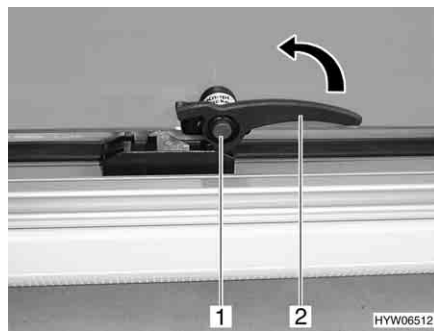

Fig. 55 Leva di serraggio in posizione "Chiuso"
- Premere il bottone di sicurezza (Fig. 55,1) e mantenerlo premuto.
- Ruotare la leva di serraggio (Fig. 55,2) di un quarto di giro verso il centro della finestra.
- In posizione "Completamente chiusa" (Fig. 55)